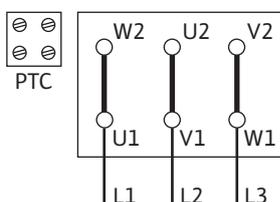

Fig. 14: Δ-uključivanje
- Mrežni priključak ovisi o snazi motora P2, mrežnom naponu i vrsti uključenja. Potrebno uključenje spojnih mostova u priključnoj kutiji navedeno je u sljedećoj tablici te na Fig. 14, 15 i 16.